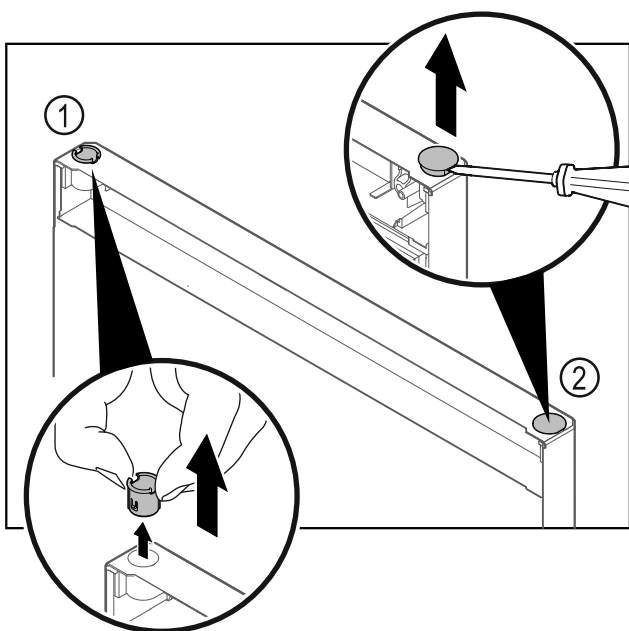

Fig. 28
- Extraer el casquillo de bisagra Fig. 28 (1) con los dedos.
- Levantar cuidadosamente el tapón Fig. 28 (2) con un destornillador para tornillos de cabeza ranurada y extraerlo.